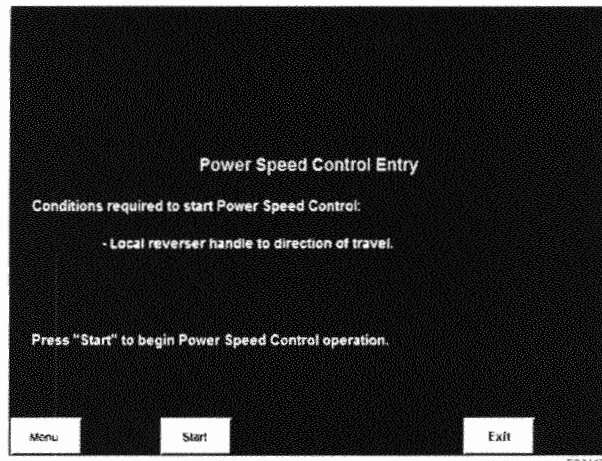

Figura 3-43. Menú de entrada del Control de pantalla de potencia
- Oprima la tecla SELECT (SELECCIONAR). Aparece la pantalla del menú de entrada Entry Conditions To Speed Control (Condiciones de ingreso al control de velocidad). Consulte Figura 3-43.